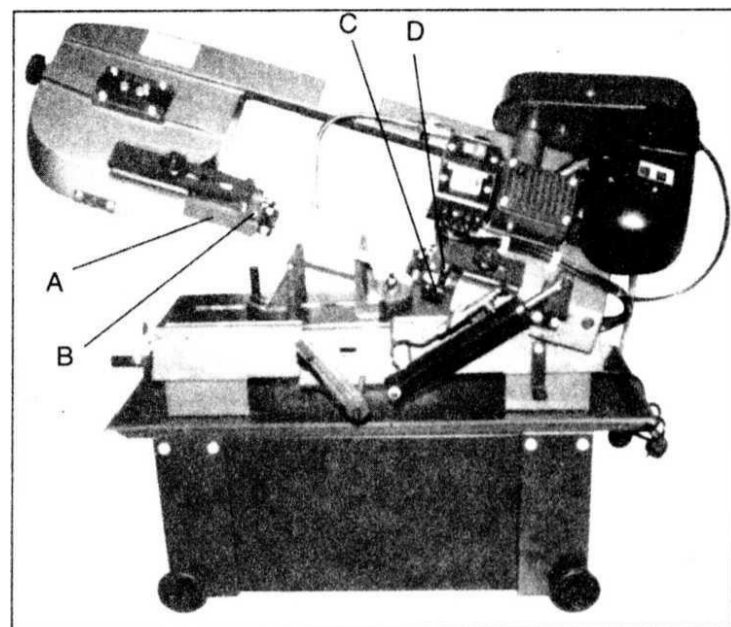

рис. 10
3. Снимите красный узел защитных устройств ленточного полотна (А, рис. 10), открутив два винта (В).
4. Снимите узел щетки (С), открутив два винта (D).